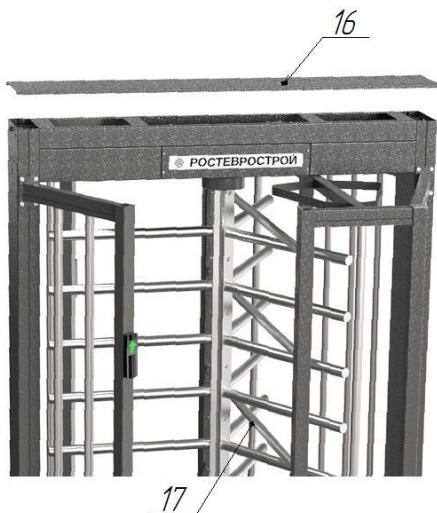

Рис. 7
Режим калибровки. Режим предназначен для установки исходного (нулевого) положения лопастей. Это может потребоваться, например, при замене датчика углового положения лопастей. Для перевода турникета в режим калибровки необходимо снять крышку привода (Рис.7) и нажать кнопку включения режима калибровки (кнопка расположена на боковом ребре корпуса привода). При включении режима калибровки раздается прерывистый звуковой сигнал и мигает зеленым индикатор прохода ПДУ одного из направлений (другой проход горит красным).
- закрепите элементы конструкции к полу фундаментными болтами из нержавеющей стали (рекомендуемый размер болт М10, длина 100...120мм). Лицевые решетки крепить к полу после установки горизонтальных трубок 17 ограждения (рис. 7).